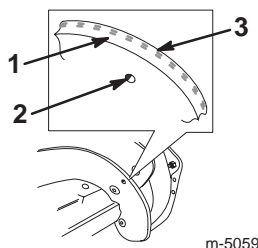

Bild 15
1. Untersuchen Sie die Kante des neuen Rotorblatts auf einen Unterschied in der Gummischichtstärke (Bild 15).
Montieren Sie die Rotorblätter mit der dicken Gummi-seite an der *Innenseite* der Krümmung (Bild 15). Wenn die Rotorblätter nicht richtig angebracht werden, verschleßen sie schneller.